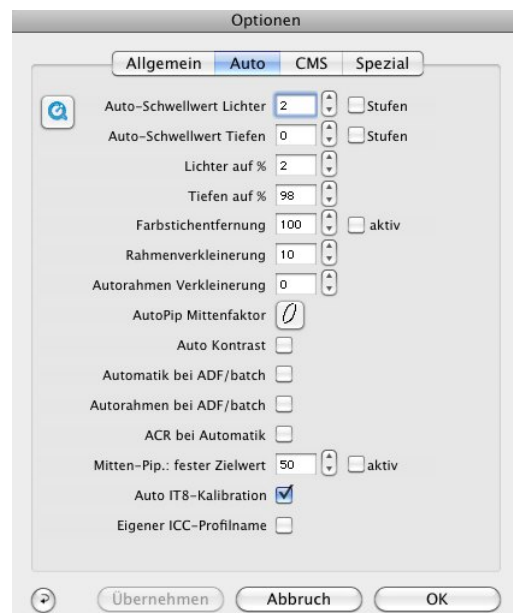

Abb. 3.8: Optionen „Auto“
- unter **Optionen (Allgemein, Auto, CMS, Spezial)** sind die in den Abb. 3.8 bis 3.10 angegebenen Grundeinstellungen zu überprüfen.